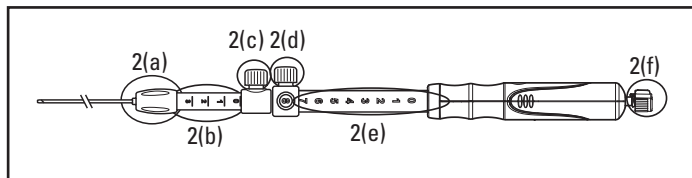

Figura 2.
- Confirme se a agulha está totalmente retraída e se o bloqueio do ajuste da agulha (Figura 2(d)) está fixo e na posição zero (Figura 2(e)).
- Determine o comprimento adequado da bainha relativamente ao comprimento do ecoendoscópio. Utilize o bloqueio do ajuste da bainha (Figura 2(c)) para definir o comprimento pretendido da bainha e bloqueie no local correcto. Rode o bloqueio do ajuste da bainha no sentido dos ponteiros do relógio para bloquear a bainha no local correcto. A extremidade distal da bainha deve estar visível na imagem endoscópica.
Nota: As marcas e os números de referência no manómetro do ajuste da bainha (Figura 2(b)) têm como objectivo ser apenas uma referência.
- Continue a avançar o dispositivo até que saia do ecoendoscópio e a bainha esteja visível na imagem endoscópica. Aperte a ligação luer (Figura 2(a)) rodando no sentido dos ponteiros do relógio para ligar o dispositivo à abertura do canal de trabalho do ecoendoscópio.
Nota: Se for necessário ajustar o comprimento da bainha, desaperte o bloqueio do ajuste da bainha (Figura 2(c)) e reposicione-o no ponto de referência apropriado.
- Ajuste a profundidade de penetração da agulha para a posição pretendida utilizando o bloqueio do ajuste da agulha (Figura 2(d)). Para controlar a profundidade da penetração da agulha no local alvo, desaperte o bloqueio do ajuste da agulha rodando o botão no sentido contrário ao dos ponteiros do
Nota: Os números de referência no manómetro de profundidade da agulha (Figura 2(e)) têm como objectivo ser apenas uma referência. Os números de referência representam a extensão da agulha (em centímetros) quando o dispositivo está numa posição recta.
- Retire o estilete (Figura 2(f)) da abertura de aspiração do dispositivo, desapertando suavemente e puxando-o para fora do manípulo do dispositivo.
Nota: O estilete pode ser enrolado e fixo utilizando o mecanismo de clipe na tampa do estilete (Figura 2(f)). O estilete deve ser retido para passagens adicionais da agulha durante o mesmo procedimento.
- Encaixe a seringa fornecida na abertura de aspiração (Figura 2(f)) no manípulo do dispositivo.
2. Encaixe a seringa fornecida na abertura de aspiração (Figura 2(f)) no manípulo do dispositivo.